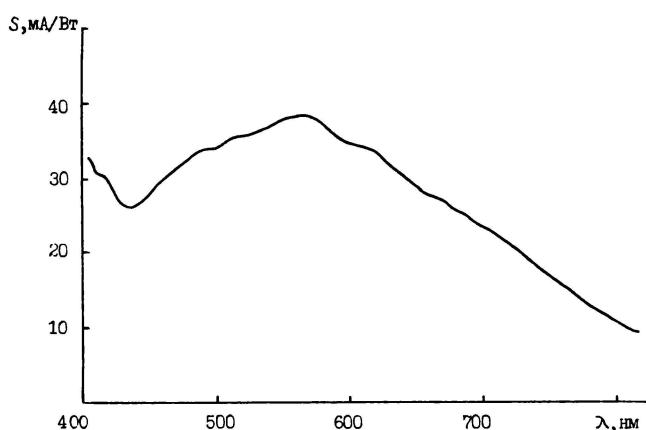

Рис. 2. Спектральная характеристика чувствительности ЭОП типа ЭПМ-26Г
Рис. 2. Участок профилограммы, соответствующий базовой длине  $l$ , для определения параметра  $R_{q_2}$  по методу [2]:  $\Delta x$  — шаг дискретизации;  $y_i$  — отклонение профиля от его средней линии в дискретных точках
2. Для нахождения  $R_{q_2}$  вторым способом [2] (в дальнейшем —  $R_{q_2}$ ) на участке профилограммы, определяемом базовой длиной, проводят среднюю линию профиля. Измеряют расстояние между точками профиля и средней линией профиля  $y_i$  с шагом дискретизации  $\Delta x$  (рис. 2).
Спектральная характеристика чувствительности ЭОП типа ЭПМ-26Г, приведенная на рис. 2, близка по характеру к стандартной характеристике спектральной чувствительности черно-белых негативных фотопленок и хорошо сочетается со спектральными характеристиками растрового цветокодирующего светофильтра, разработанного ранее для получения цветокодированных диапозитивов [4], а также со спектральным распределением естественного ночного освещения. Спектр ночного освещения в большей степени определяется отраженным от Луны солнечным светом с учетом его рассеяния в атмосфере [5].